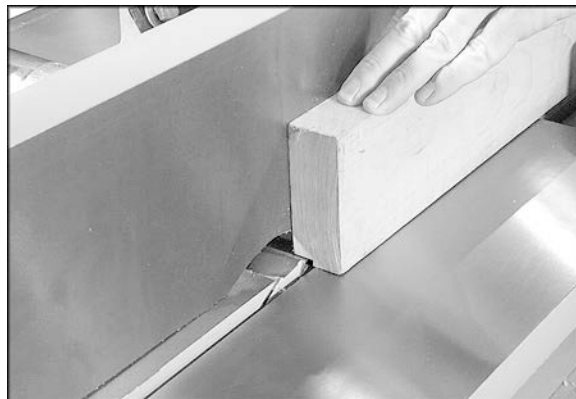

Рис. 22
Шпунт представляет собой канавку, прорезанную вдоль торца заготовки. См. Рис. 22. Ширина и толщина заготовки, предназначенной для изготовления шпунта, зависит от ширины и длины самого шпунта. Однако, запрещается изготовление шпунта на заготовке длиной менее 300 мм.
4. Подключите станок к источнику питания. Опустите стол подачи на 0,80 мм за один проход. Продолжайте работу до тех пор, пока не будет получен шпунт нужной глубины. См. Рис. 22. ПРИМЕЧАНИЕ: проще и безопаснее выполнить несколько проходов с малой глубиной резания.